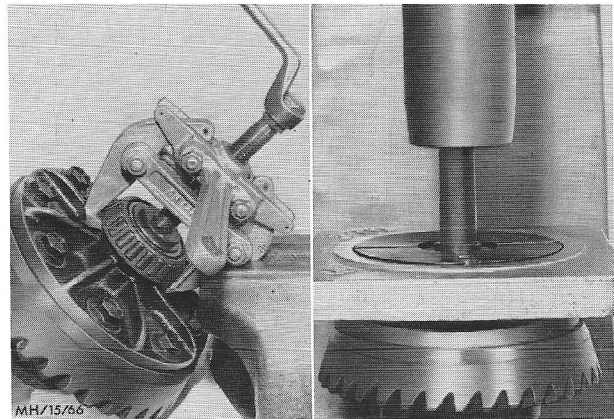

Fig.28 Conisch rollager van het satellietenhuis verwijderen.
8. Plaats de armen van trekker 15-026 onder een van beide conische rollagers van het satellietenhuis en klem een arm in een bankschroef. Verwijder op deze wijze beide lagers. Bij deze werkzaamheden moet de tapse grondplaat 370 en de hulpstukken P-4090-II, worden gebruikt (fig.28).